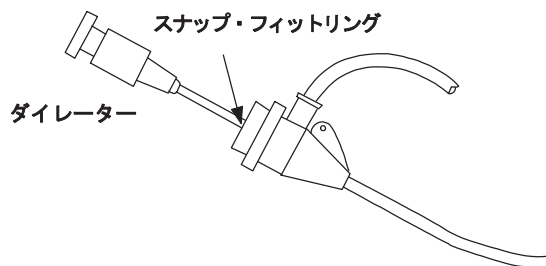

図1
- (1) 本品を包装から無菌的な方法で取り出す。
- (2) エア抜きを行うためにカニューラを逆さにしてヘパリン加滅菌生理食塩液または適切な等張液で十分にフラッシュする。
- (3) ダイレクターをシースイントロデューサーの止血弁から挿入し、カニューラのハブ固定に最後までしっかりと差し込む。(図1参照)。ヘパリン加滅菌生理食塩液または適切な等張液で十分にフラッシュする。